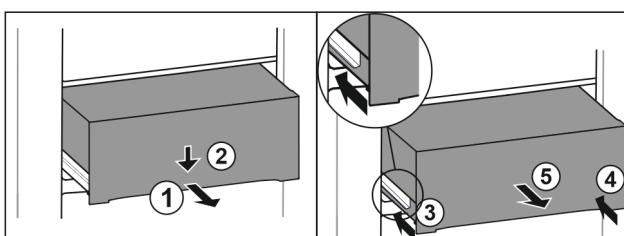

Fig. 91
- ▶ Extragăti pe jumătate sertarul. Fig. 91 (1)
- ▶ Apăsați în jos sertarul pe partea frontală. Fig. 91 (2)
- ▶ Inserați șina stângă aproximativ 2 cm. Fig. 91 (3)
- ▶ Inserați șina dreaptă aproximativ 2 cm. Fig. 91 (4)
- ▶ Extragăti sertarul spre înainte. Fig. 91 (5)